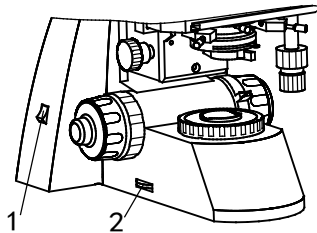

Fig.6
1. Controle de Iluminação(Fig.6)